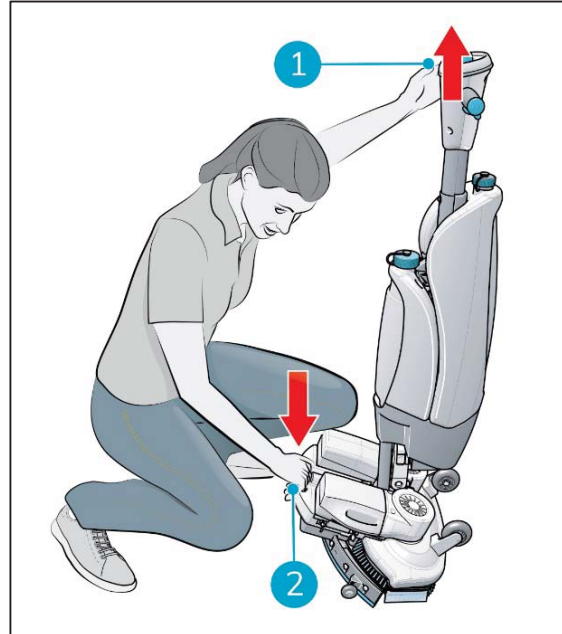

Figure 16
1. Accroupissez-vous tout en tenant fermement la plate-forme de récurage d'une main (Figure 16, pos 2).
2. Poussez la poignée vers l'avant avec votre autre main (Figure 16, pos 1).